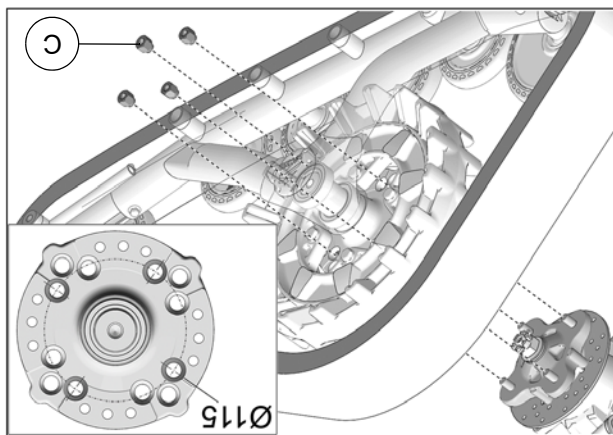

Fig. 9
8. Fixer le système de traction au moyeu de roue arrière. Utiliser le cercle de perçage de Ø115mm et les écrous de roue (C) fournis. Voir Fig. 9